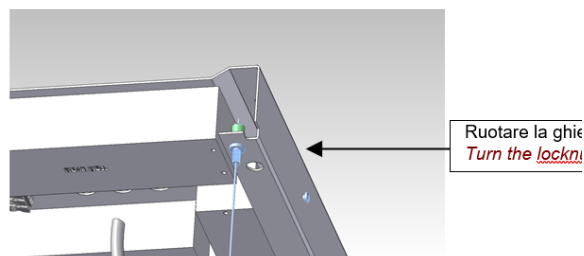
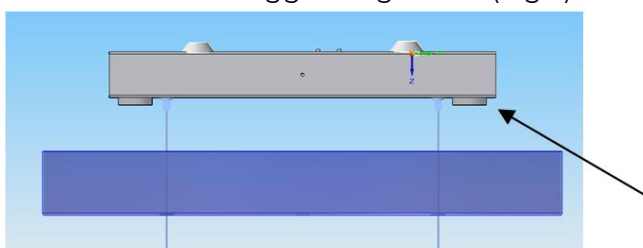

Fig. 8
Fig. 9
7. Regolare l'altezza di installazione e bloccare la fune ruotando la ghiera (Fig. 8) Avvicinare il rosone alla staffa a plafone fino a permettere l'assemblaggio magnetico. (Fig.9).
7. Regulate the height of the installation and block the cables rotating the metal ring (Fig.8). Bring the rose to the ceiling bracket until it can be magnetically assembled (Fig.9)